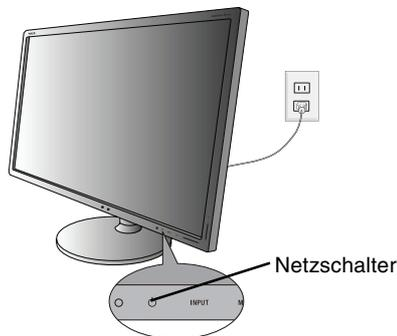

Abbildung C.1
- Schließen Sie das Netzkabel an die Steckdose an (**Abbildung C.1**).
- Schalten Sie den Computer und den Monitor mit dem Netzschalter an der Vorderseite ein (**Abbildung C.1**).